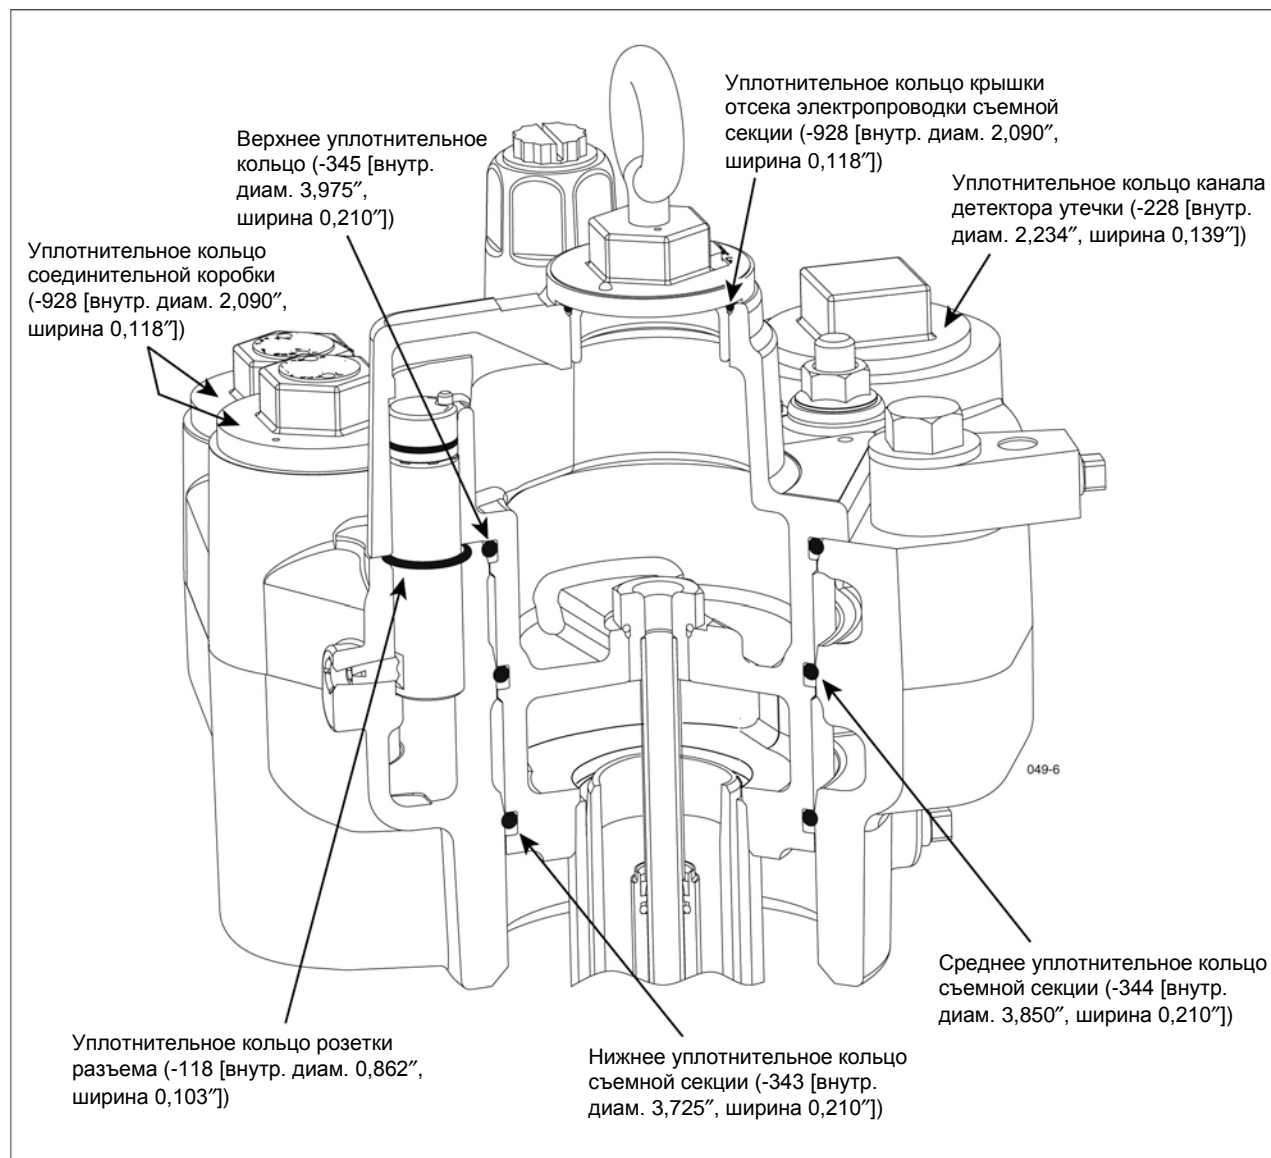

Рисунок 29. Местоположения уплотнительных колец пакера и манифольда
12. Возьмите из крепежного/уплотнительного комплекта три съемных уплотнительных кольца: верхнее (внутр. диам. 3,975", ширина 0,210"), среднее (внутр. диам. 3,850", ширина 0,210") и нижнее (внутр. диам. 3,725", ширина 0,210"). Размеры колец очень близки, поэтому при их идентификации необходимо быть очень внимательным. Смажьте каждое уплотнительное кольцо техническим вазелином на нефтяной основе и установите кольца в соответствующие канавки съемной секции (см. рисунок 29).
13. Снимите уплотнительное кольцо розетки разъема манифольда (см. рисунок 29). Возьмите из крепежного/уплотнительного комплекта уплотнительное кольцо с внутренним диаметром 0,862" и шириной 0,103", и смажьте его техническим вазелином на нефтяной основе. Наденьте уплотнительное кольцо на розетку разъема и посадите в паз.